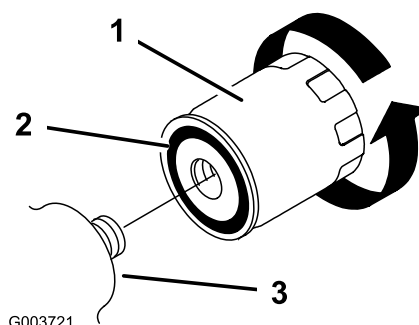

Figura 36
5. Îndepărtați filtrul vechi (Figura 36) i curățați suprafaa adaptorului filtrului.
6. Aplicați un strat subțire de ulei hidraulic pe garnitura din cauciuc a filtrului nou (Figura 36).
7. Instalați filtrul hidraulic nou pe adaptor (Figura 36). Strângeți-l în sensul acelor de ceasornic până ce garnitura din cauciuc intră în contact cu adaptorul filtrului, apoi strângeți filtrul cu încă jumătate (1/2) de tură.